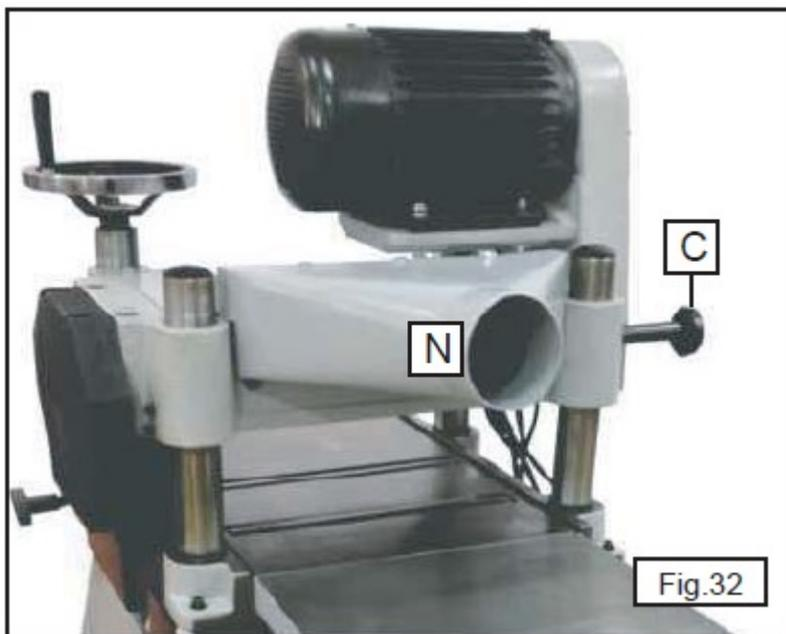
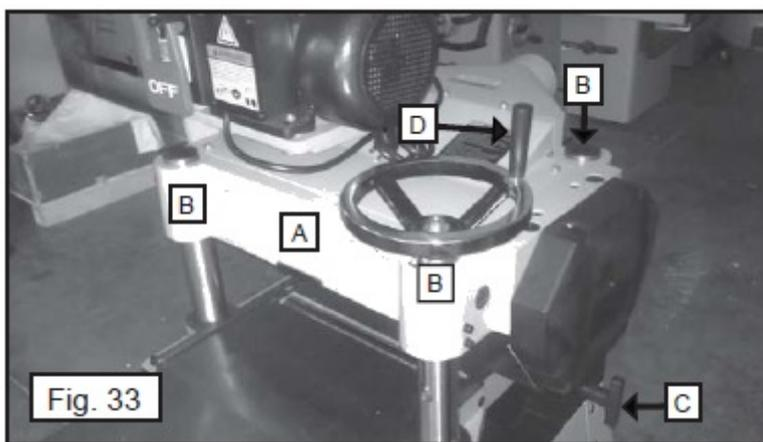

Рис. 32
Рис. 33
Патрубок (N) аспирации, рис. 32, крепится к станку. Не допускается эксплуатации станка без закреплённого на нём патрубки аспирации. Можно подсоединить стандартный гибкий шланг для отсоса опилок диаметром 4 дюйма (101,6 мм) непосредственно к патрубку для обеспечения оптимального сбора стружки и опилок.
Глубина резания на станке регулируется подъёмом или опусканием узла головки (A), рис. 33, в котором имеется режущий вал и подающие ролики. Узел головки (A) перемещается на четырёх колоннах, три из которых показаны на позиции (B). Для выполнения регулировки ослабить два фиксатора узла головки, один из которых показан на позиции (C), рис. 32, и вращать маховичок (D) подъёма узла головки. При вращении маховичка (D) по часовой стрелке узел головки поднимается, при вращении этого маховичка против часовой стрелки узел головки опускается. Узел головки закрепляется фиксаторами (C).